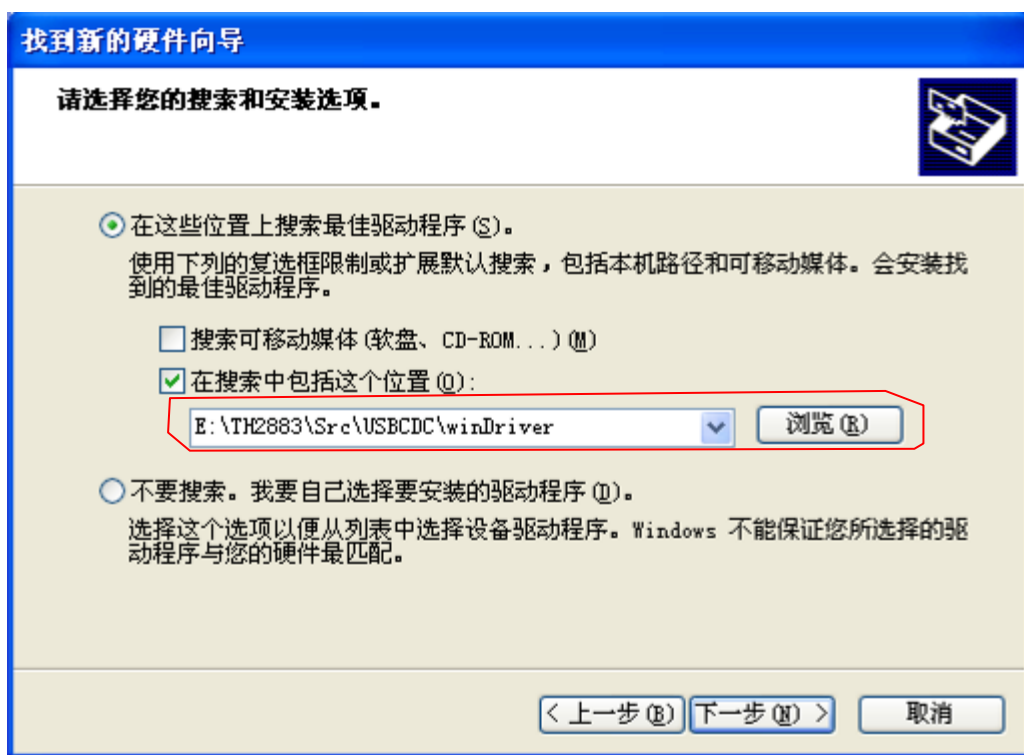

图 6-4 指定驱动文件所在路径
**安装驱动：**选择驱动文件 **TH2883-vcom.inf** 文件所在的路径，如图 6-4 所示。